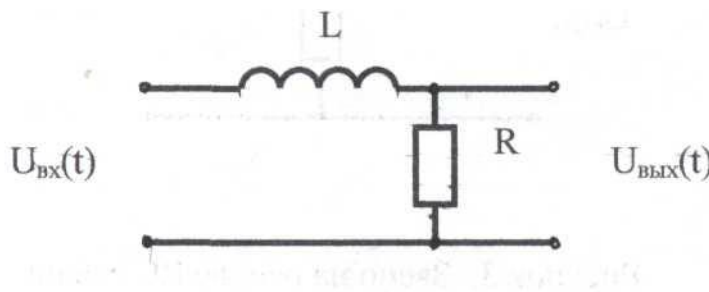

Рис. 4. Звено на основе RL-цепи
Для заданной RL-цепи (рис. 4) получить дифференциальное уравнение и передаточную функцию.
3. Получаем передаточную функцию RL-цепи (рис. 4):